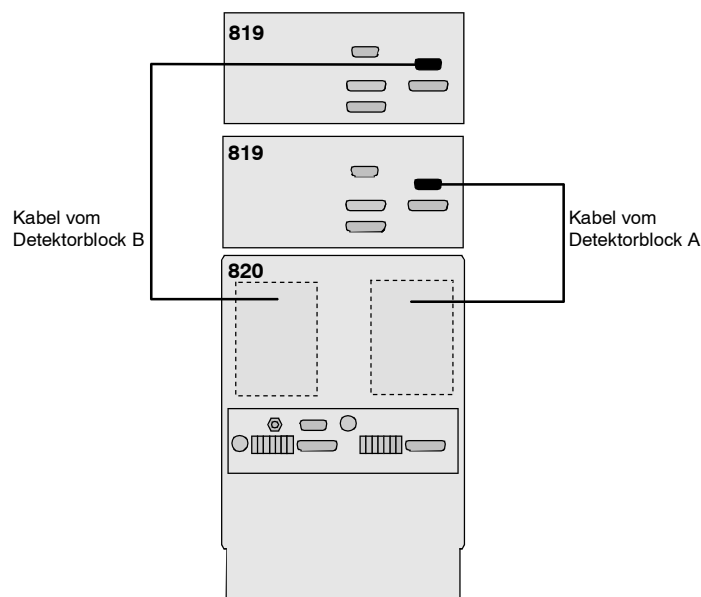

Abb. 9: Anschluss Detektor 2 x 819 – 2.820.0X20
- Das am Detektorblock A fest montierte graue Verbindungskabel am Anschluss **6** „Detector Block“ des **ersten IC Detectors 819** einstecken und durch Festdrehen der im Kabelstecker vorhandenen Schrauben am Gerät befestigen (siehe Abb. 9).
- Das am Detektorblock B fest montierte graue Verbindungskabel am Anschluss **6** „Detector Block“ des **zweiten IC Detectors 819** einstecken und durch Festdrehen der im Kabelstecker vorhandenen Schrauben am Gerät befestigen (siehe Abb. 9).